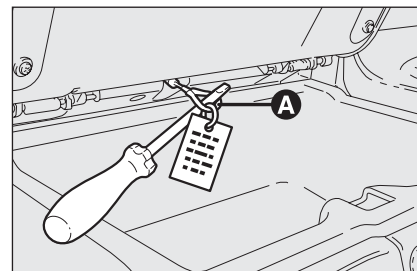

fig. 63
- ☐ agire sul cavo **A-fig. 63**. Il cavo è dotato di un occhiello, azionabile tramite il cacciavite fornito in dotazione, che consente l'apertura della valvola d'emergenza rilascio impianto idraulico. È inoltre presente un cartellino riportante le avvertenze per evitare azionamenti involontari del cavo stesso;